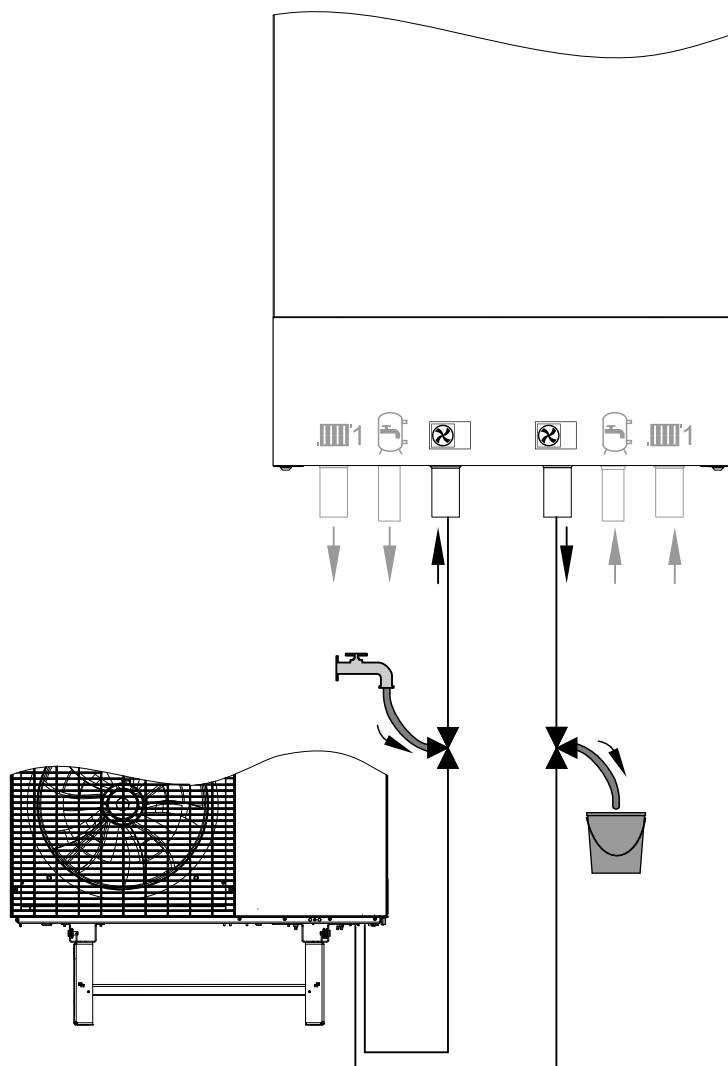

Fig. 56
3. Deschideți robinetele sferice cu 3 căi de pe turul și returul unității externe conform fig. 56: **Deschis în toate direcțiile**